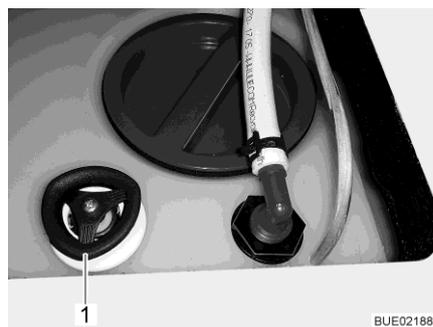

Fig. 169 Réservoir d'eau avec poignée tournante
- Faire tourner à fond dans le sens des aiguilles d'une montre la poignée tournante (Fig. 169,1) située sur le réservoir d'eau.
- Ouvrir : ■ Faire tourner la poignée tournante (Fig. 169,1) située sur le réservoir d'eau dans le sens inverse des aiguilles d'une montre jusqu'à ressentir une résistance. L'eau s'écoule jusqu'à ce qu'il n'en reste que 60 litres.